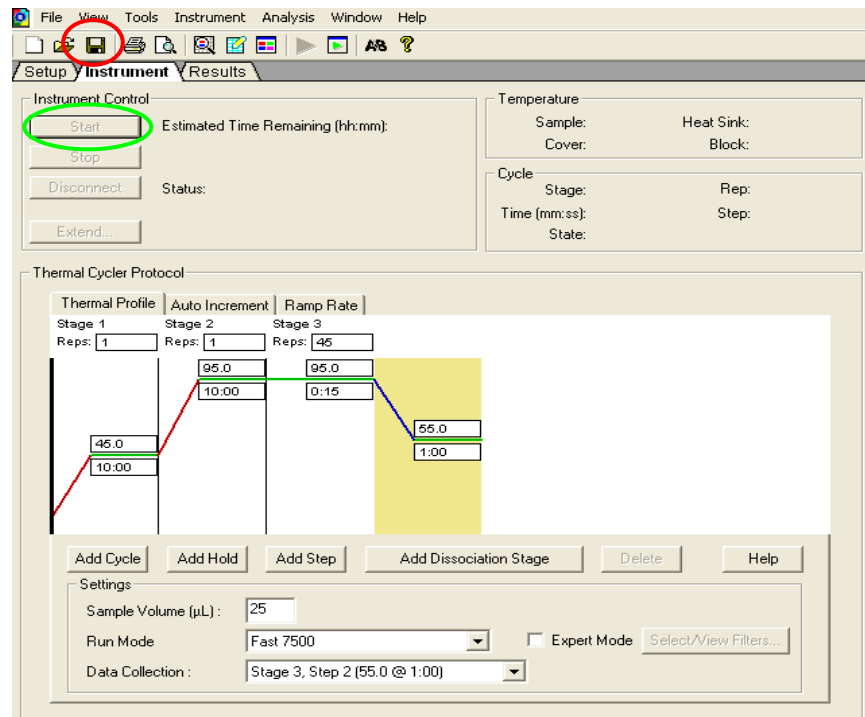

Figura 8.- Programación de las condiciones de corrimiento del termociclador.
- Verificar que las condiciones de termociclado, volumen de la reacción y el modelo en que fue programada la corrida, sean las descritas en el protocolo “Real-Time RT-PCR Assays for Non-Influenza Respiratory Viruses” del CDC (Figura 8).
- Una vez verificadas las condiciones de termociclado se guarda la corrida, presionando el botón **Save** (Guardar), representado con un ícono de diskette de 3 1/2” (Figura 8).
- Dar clic en el botón **Start** (comenzar) que se encuentra en la parte superior izquierda de la ventana (Figura 8). La corrida durará 1 hora con 42 minutos para completarse totalmente.